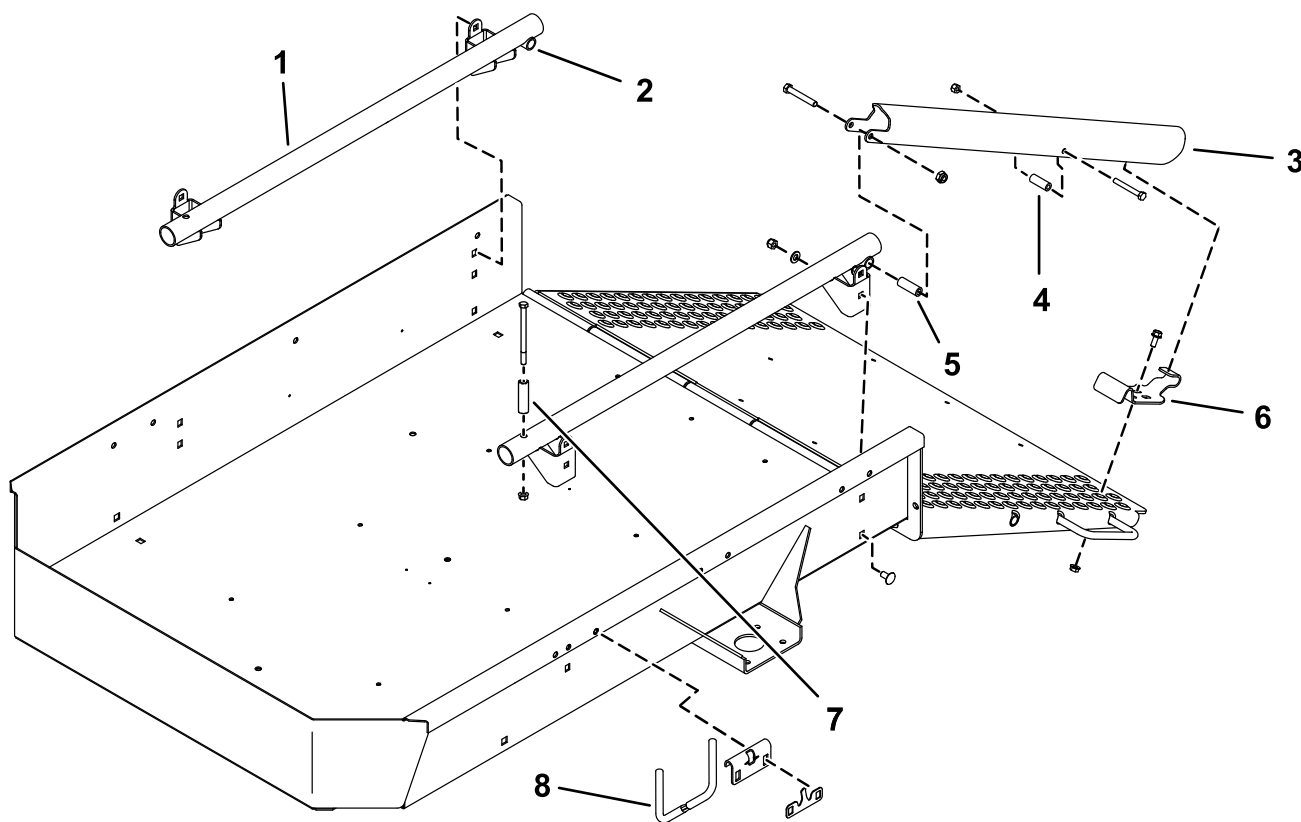
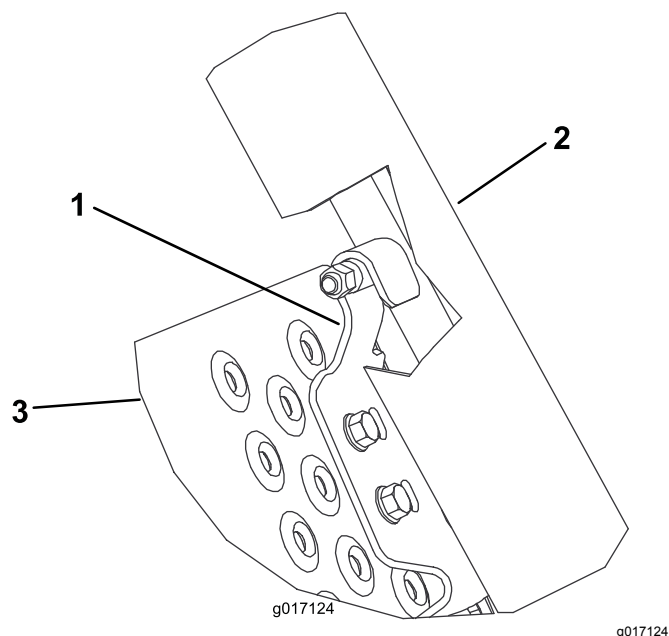

Figura 2
Figura 4
5. Fissate le staffe di montaggio dei gruppi tubo nei fori quadrati su ciascun lato del rimorchio con 4 bulloni a testa tonda, rondelle piane e dadi di bloccaggio (Figura 2). Posizionate i gruppi tubo in modo che i tubi trasversali siano nella parte posteriore.
6. Montate una rampa di carico sulla parte posteriore di ciascun gruppo tubo con una vite a testa cilindrica da $\frac{3}{8}$ " x $2\frac{1}{2}$ ", un distanziale e un dado di bloccaggio (Figura 2).
7. Montate una vite a testa esagonale attraverso ciascuno dei fori centrali nelle rampe di carico e attraverso i 2 tubi in gomma (Figura 4).
8. Posizionate una staffa di bloccaggio su ciascun lato della rampa, in modo che si allineino al lato inferiore delle rampe di carico, azionino i perni rivestiti nelle rampe di carico e si allineino con i fori nella rampa (Figura 2 e Figura 4). Si utilizza una sola serie di fori di montaggio per ogni staffa di bloccaggio.
9. Montate, senza serrarla, ciascuna staffa di bloccaggio sulla rampa con viti a testa flangiata da 5/16" x 3/4" e dadi flangiati (Figura 2 e Figura 4).
10. Sollevate e bloccate la rampa. Regolate le staffe di bloccaggio in modo che siano innestate nei perni e serrate le viti a testa flangiata e i dadi (Figura 2 e Figura 4).
11. Montate le aste delle ruote strette rivolte verso l'alto nei fori di montaggio su ciascun lato del rimorchio, utilizzando le staffe e i dispositivi di fissaggio rimossi al passaggio 4 (Figura 2).